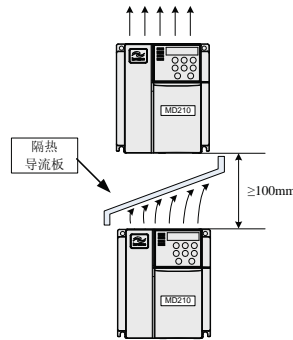

图 3-2 隔热导流板安装示意图
- 2) 请向上垂直安装变频器, 便于热量向上散发。若柜内有多台变频器时, 请并排安装。在需上下安装场合, 请参考图 3-2, 安装隔热导流板。部分没有风扇的机型 (如 0.4kW、0.75kW) 只能垂直安装。